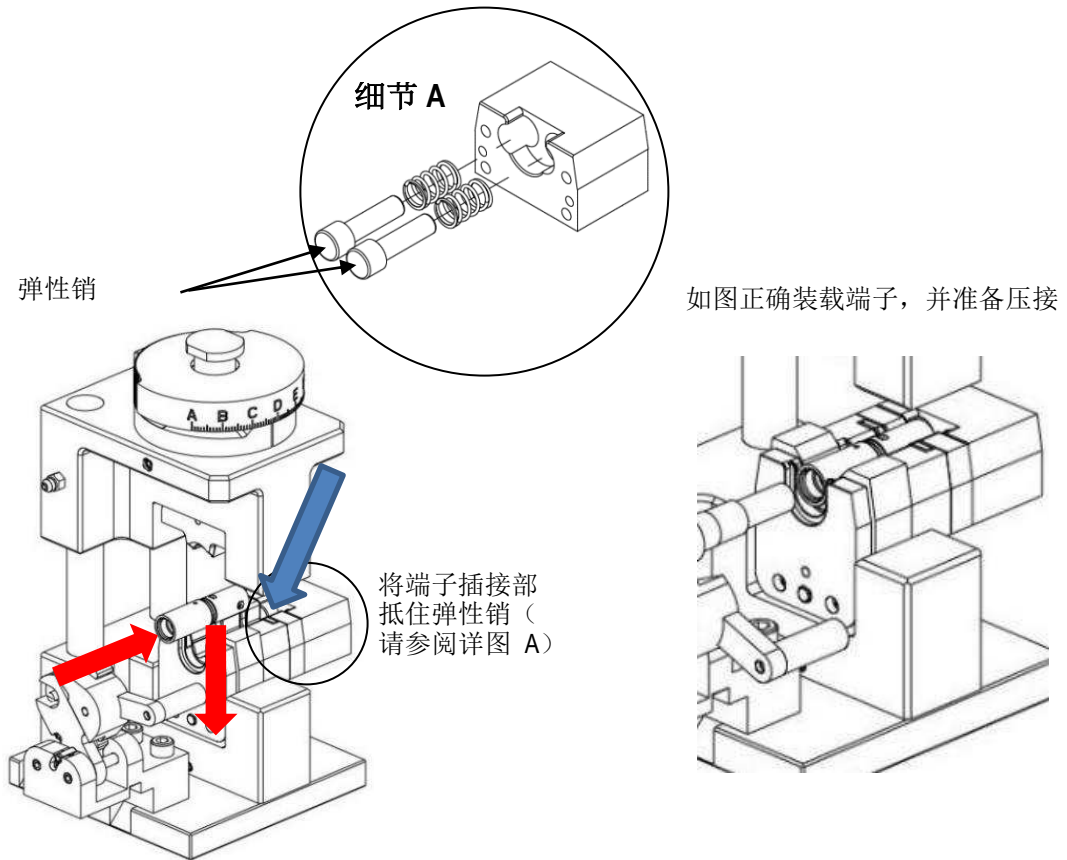

图 3a
1. 将端子插入冲模总成，其中端子插接部抵住弹性销。（请参阅图 3a）。